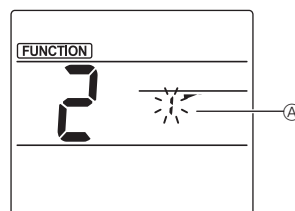

Fig. 2
- ② Velge spjeldnummer (Fig. 2)